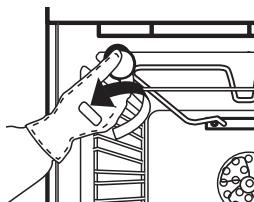

Fig. 5
2. Desaparafusa a tampa da lámpada (Fig. 5), cambia a lámpada (véxase a nota sobre o tipo de lámpada) e volve aparafusar a tampa.